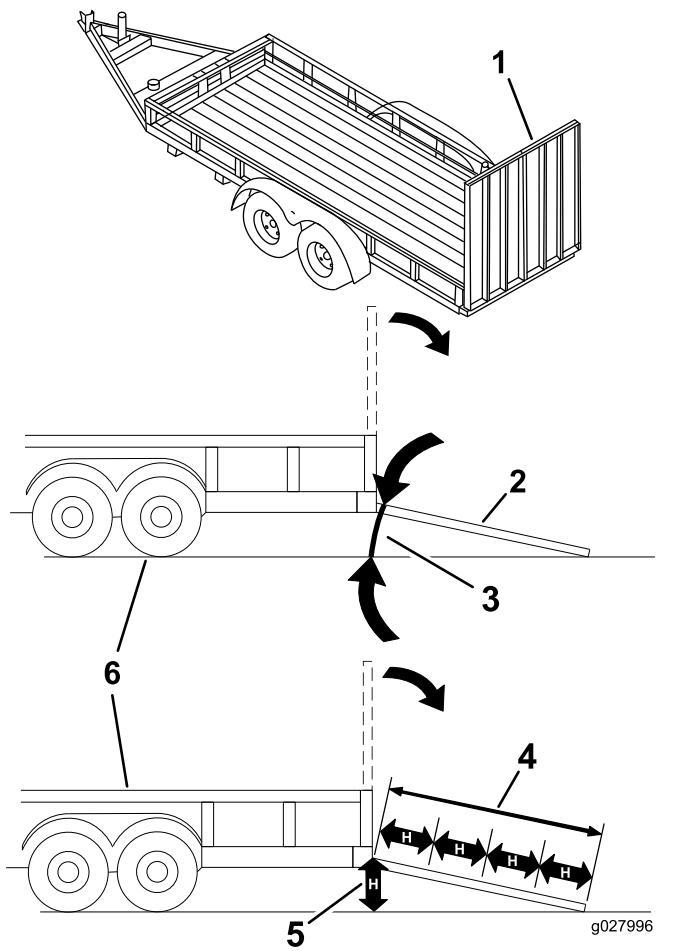

Figure 41
Le chargement de la machine sur une remorque ou un camion augmente le risque de basculement et donc de blessures graves ou mortelles (Figure 41).
1. Abaissez la rampe pour que l'angle avec le sol ne dépasse pas 15 degrés (Figure 41).